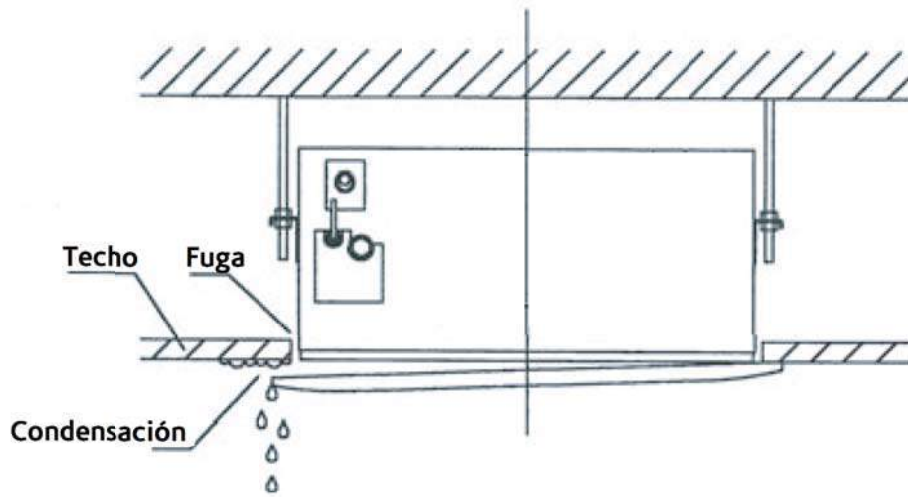

Fig.5-31
- El funcionamiento incorrecto que puede ver en la fig. 5-31 puede deberse a un apriete inadecuado de los tornillos.